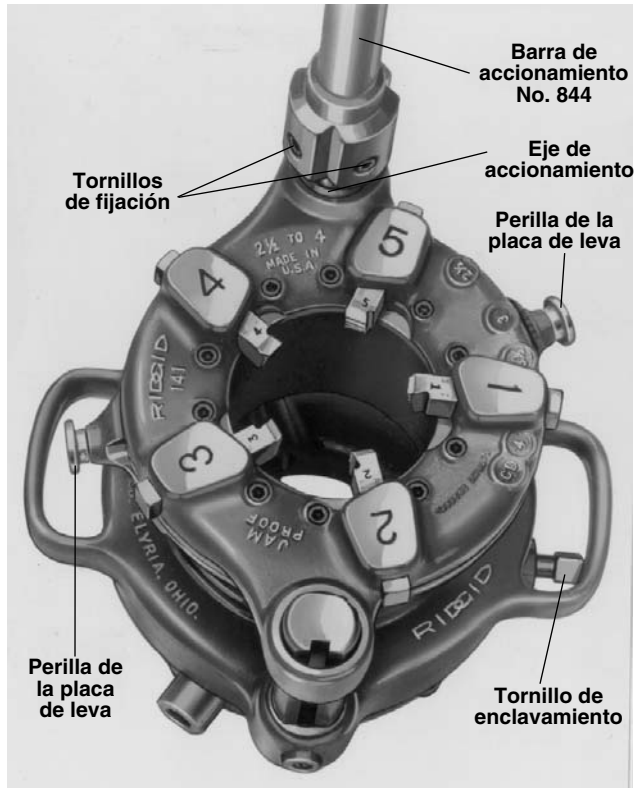

Figura 7 – Roscadora a Engranajes No. 141 (la Roscadora No. 161 es similar)
- Tire de las perillas de la placa de levas (Figura 7) y gire la placa de levas hasta una de las marcas que señalan el tamaño de tubo deseado, en la parte superior del cabezal de terrajas. Suelte la perilla cuando los pasadores de ubicación caigan en los agujeros en la placa de selección.